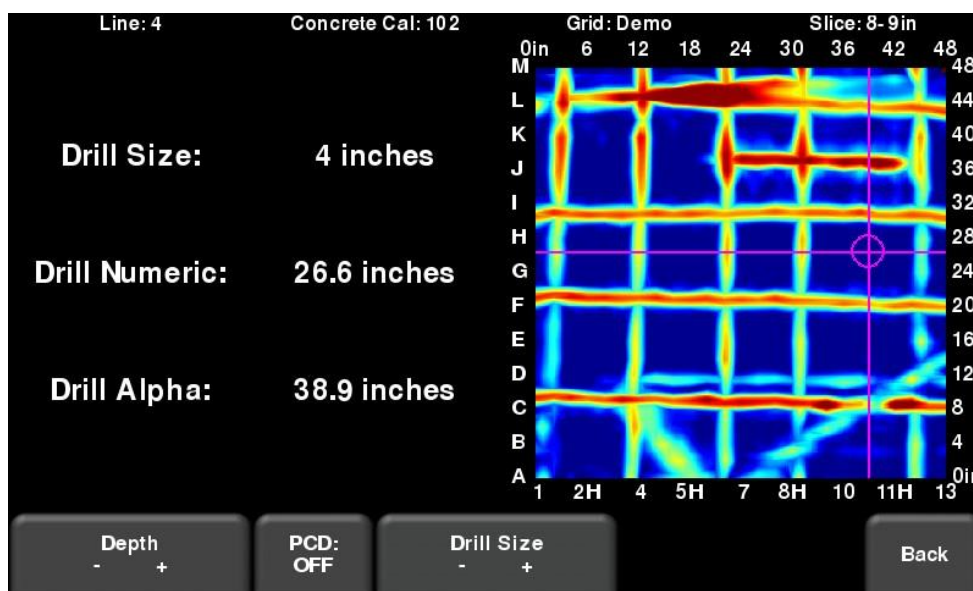

Fig. 8-7: ドリル・ロケータ
- Fig. 8-7 はアルファ軸沿い 38.9 インチ、及び数値軸の 26.6 インチまでにある ϕ 4-インチのドリルを図示しています。